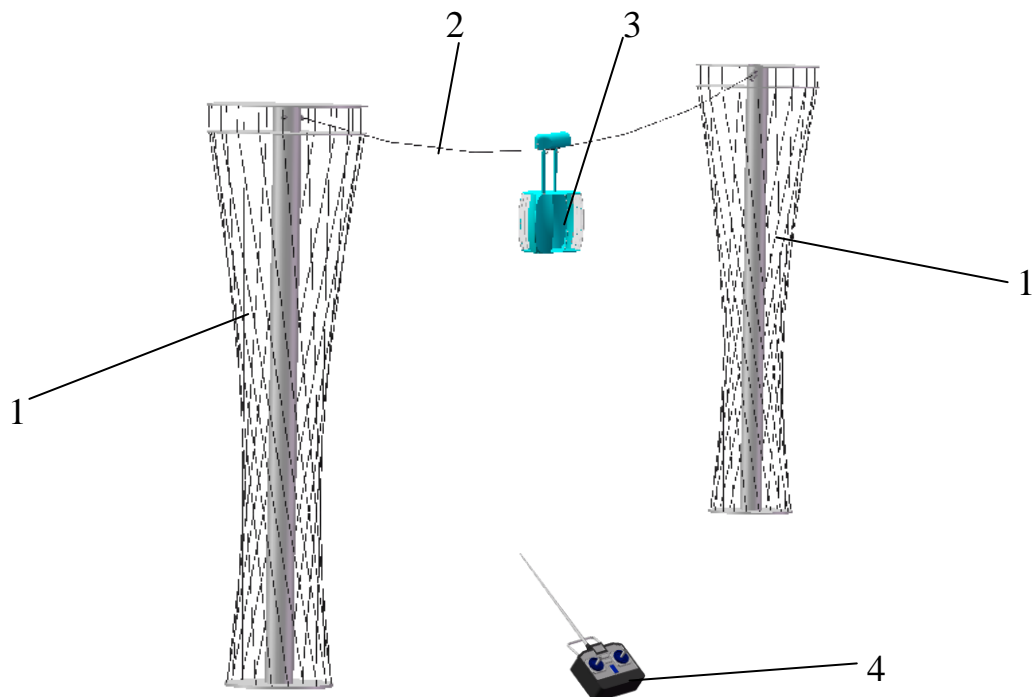

Рис. 1. Модель монорельсовой трассы СТЮ.
Внешний вид модели монорельсовой трассы СТЮ представлен на рис. 1.
- установить модуль 3 на рельс-струну (рис. 1).